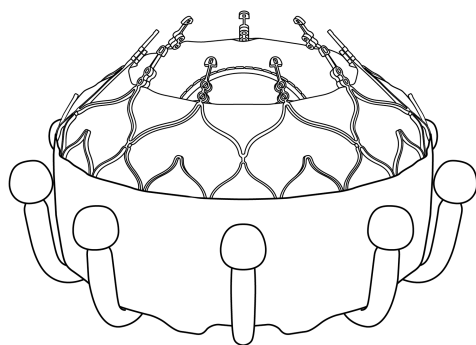

Figure 1: Edwards EVOQUE Valve ■ Figure 1 : Valve Edwards EVOQUE
■ Abbildung 1: Edwards EVOQUE Klappe ■ Figura 1: Válvula Edwards EVOQUE
■ Figura 1: Valvola Edwards EVOQUE ■ Afbeelding 1: Edwards EVOQUE Klep
■ Rysunek 1: Zastawka Edwards EVOQUE ■ Obrázok 1: Chlopňa Edwards EVOQUE
■ Рис. 1. Клапан Edwards EVOQUE ■ Slika 1: Edwards EVOQUE zalistak